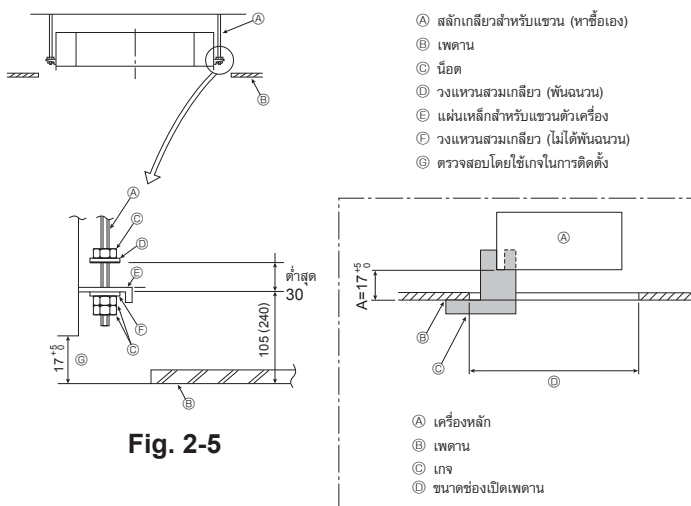

Fig. 2-5
- ① โครงสร้างที่เป็นไม้
- ② โครงสร้างคอนกรีตเสริมเหล็ก
2.5. ขั้นตอนการแขวนตัวเครื่อง (Fig. 2-5)